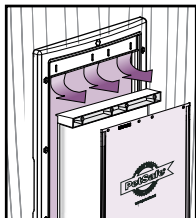
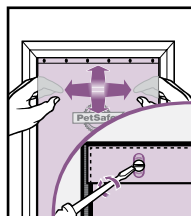

FIG. 15
FIG. 16
3. Se si sostituisce il flap isolato, rimuovere il morsetto del flap con il flap isolato fissato (**Fig. 15**). Rimuovere le viti, il flap isolato e la piastra di supporto dal retro della piastra di supporto. Inserire un nuovo flap isolato tra il retro del morsetto del flap e la piastra di supporto. Sostituire e serrare le viti (**Fig. 16**).